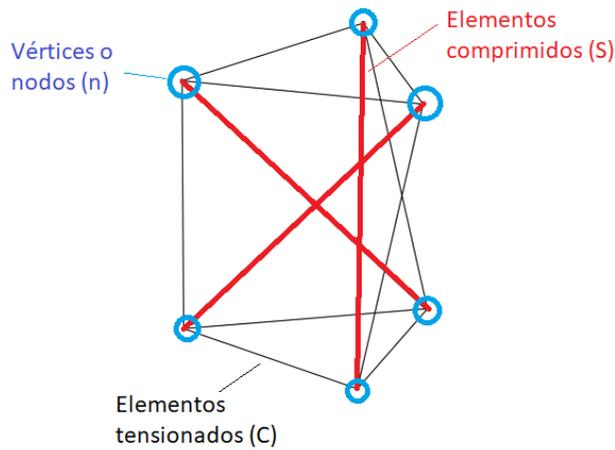

Figura 3 Elementos de la nomenclatura de Motro
La segunda nomenclatura, propuesta por Motro (2004), considera el número de vértices o nodos (n), elementos comprimidos (S), elementos tensionados (C); si la estructura es regular (R) (lados iguales y ángulos iguales) o irregular (I) (lados y ángulos distintos), y si se puede inscribir en una esfera (SS). En esta nomenclatura, Simplex se denomina $n_6-S_3-C_9-R-SS$ (**Figura 3**).